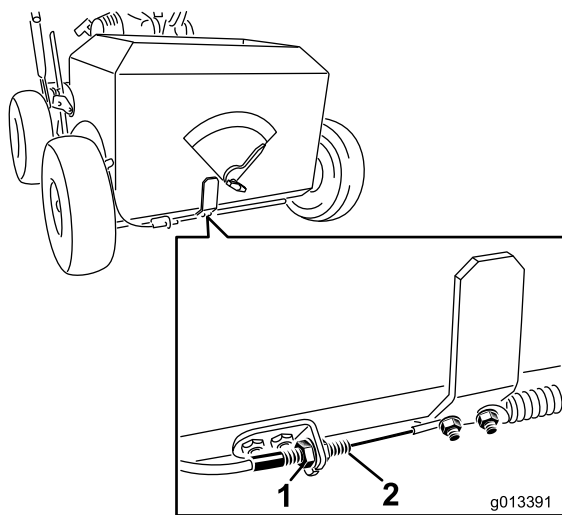

Figura 28
4. Allentate i dadi sul cavo di comando della sponda per semi (consultate Figura 28).